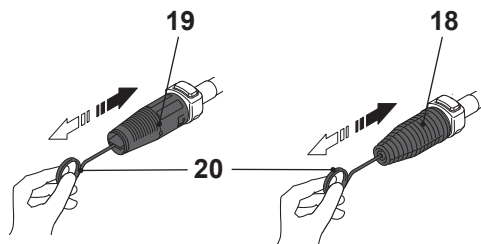

Fig. 23
Remova quaisquer depósitos de sujeira do orifício do bocal (18/19) usando o agulha de limpeza (24) (Fig. 23).